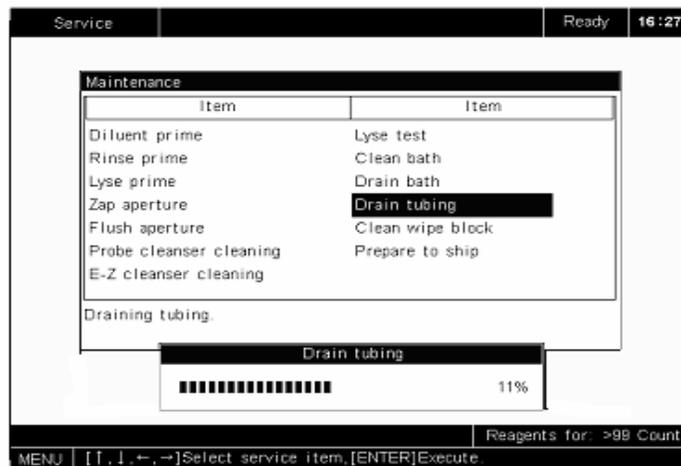

Рисунок 10-24 Высушивание жидкостепроводящих путей
3. Нажмите [ENTER], чтобы начать процесс высушивания, как показано на **рис. 10-24**;